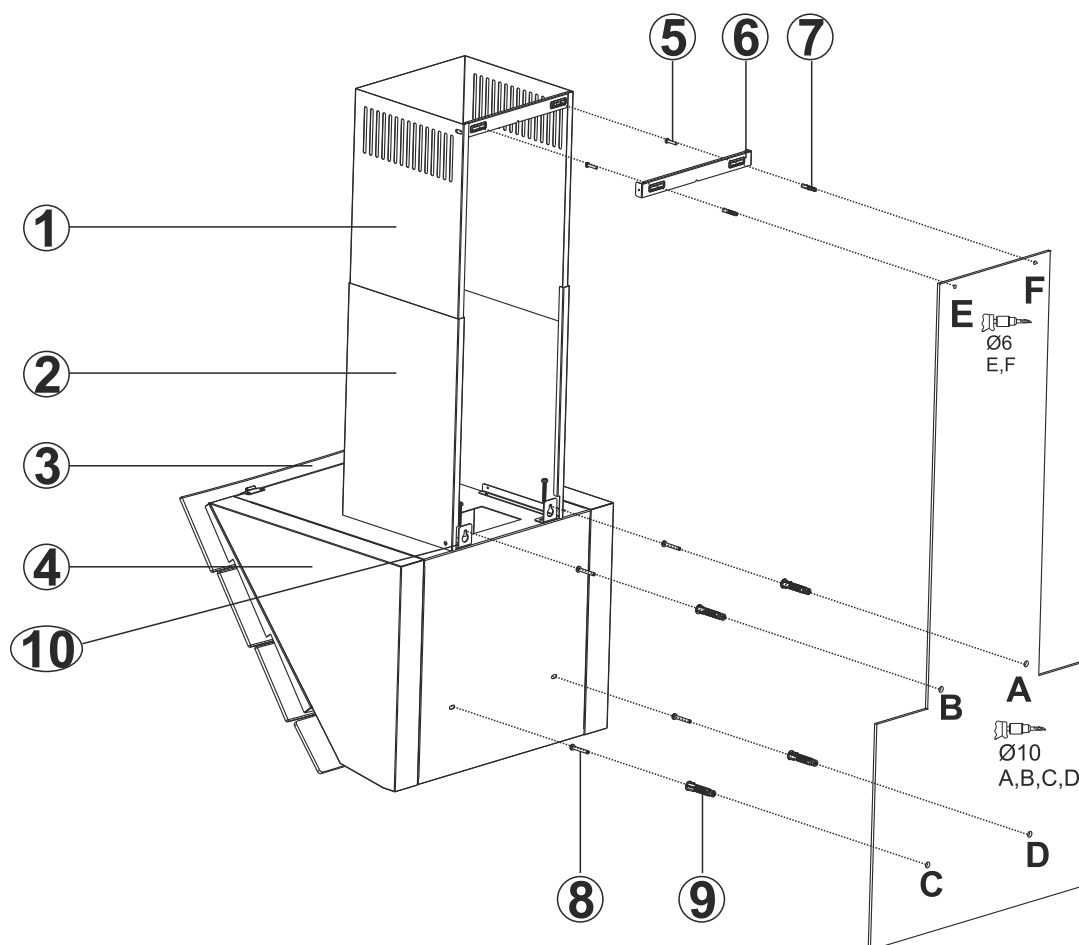

Fig. 9: MONTERING INSTALLATION OG DELE.
- Placere monteringskabelonen på væggen alt efter ønskede højde af emhætten i forhold til kogepladen (følg vores anbefalinger mht højde). Markerer A, B, C og D punkterne (Fig. 9)
- På punkterne A, B, C og D bores og indsættes Ø10mm rawplugs. Skru derefter 2 x 5,5x60 i A + B-punkterne med en afstand af 5mm mellem væggen og skruehovedet.(Fig. 9).
- Montere ophængningsbeslagene på emhættens top med 2 x M5x35 skruer (Fig. 9/10)
Indvendig og udvendig skorsten sættes ind i hinanden (Fig. 9).
- Vægbeslaget til skorstenen (6) holdes hen mod væggen der hvor den skal placeres. Herefter markeres punkterne E & F (Fig. 9).
- Bor punkter E og F med Ø 6 mm bor, og sæt Ø 6 mm rawl-plugs. Monter vægbeslaget til skorstenen med 3,9x22 skruer (Fig. 9).